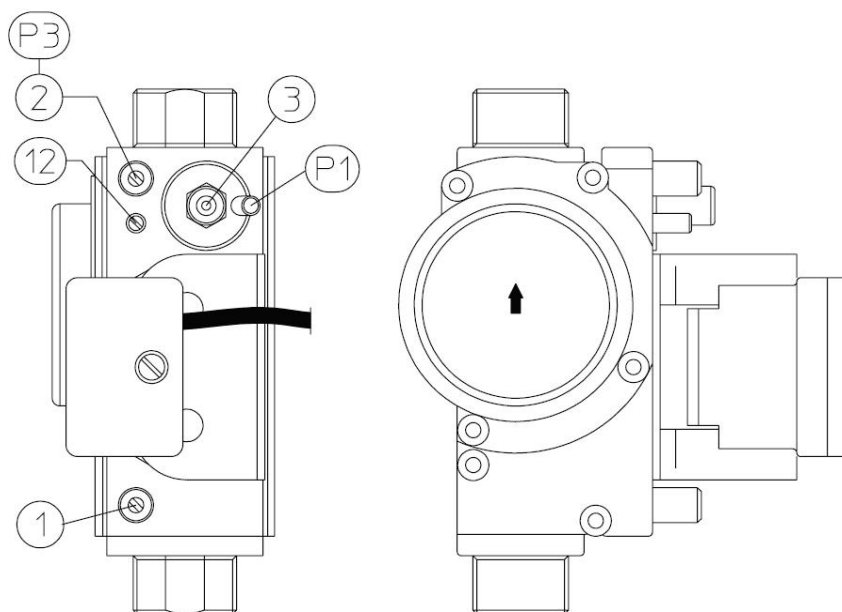

Рисунок 30 - Газовый клапан DUNGS (Victrix 27).
- если значение не соответствует табличному, отрегулируйте его с помощью винта «3» (рисунок 30);
- если значение не соответствует табличному, отрегулируйте его с помощью винта «12» (рисунок 30). Поворачивая винт за часовой стрелкой содержание CO₂ снижается, против часовой – увеличивается.